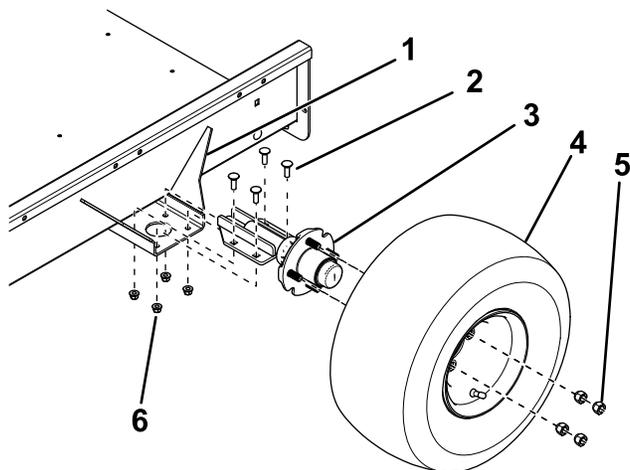

図 2
2. トレーラベッドの両側で、取り付けブラケットの下側にアクスルを取り付けるキャリッジボルト 4本とロックナット 4個で 図 2 のように取り付ける。
3. 各アクスルハブにホイールアセンブリを取り付け、ラグナット 4個を 108.5 N·m 11 kg·m = 80 ft·lb にトルク締めする 図 2。
3. ホイールの前側で測定した距離が、後側での測定よりも 3 mm 小さくなるようにアクスル取り付けブラケットの位置を調整してください 図 2。